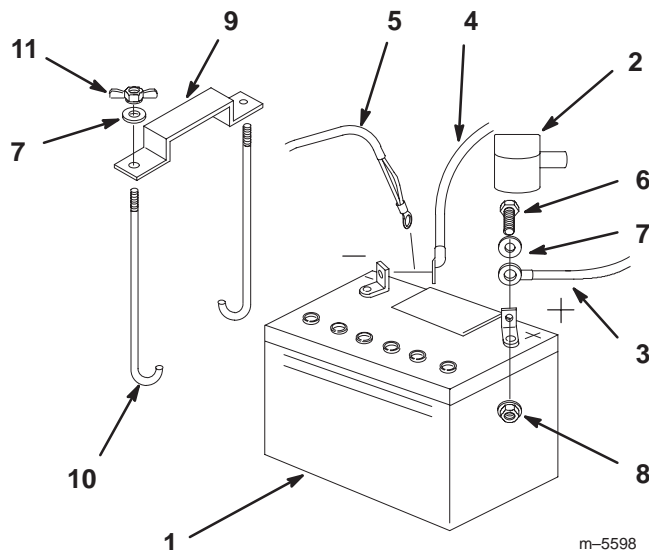

Figure 50
4. Fixez les câbles à l'aide de 2 boulons (1/4 x 3/4 pouce), 2 rondelles (1/4 pouce) et 2 contre-écrous (1/4 pouce) (Fig. 50).
6. Fixez la batterie en position avec des boulons en J, une barrette de maintien et 2 rondelles (1/4 pouce), ainsi que 2 écrous papillon (1/4 pouce) (Fig. 50).
1. Placez la batterie dans son support en tournant les bornes vers le moteur (Fig. 50).
3. Débranchez d'abord le câble négatif et le câble de masse de la borne négative (–) de la batterie (Fig. 50).
4. Ôtez le capuchon rouge de la borne positive (rouge) de la batterie. Retirez ensuite le câble positif (rouge) de la batterie (Fig. 50).
5. Retirez les deux écrous papillons (1/4") qui fixent la barrette de maintien de la batterie (Fig. 50).